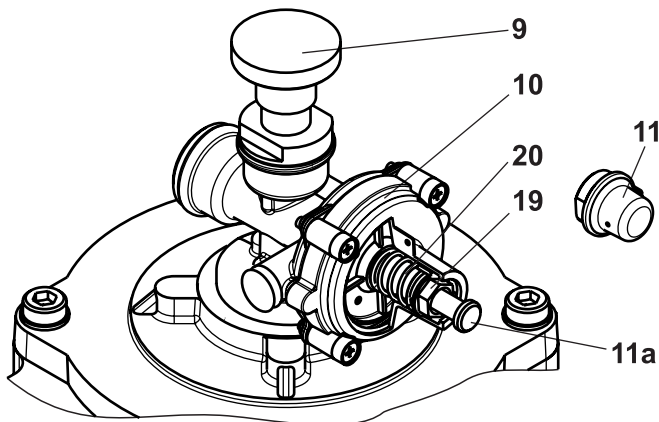

Рис. 5
4.5 Настройка срабатывания предохранительно-запорного клапана (рис. 5).
4.7 Запуск ПЗК в работу (рис. 5).